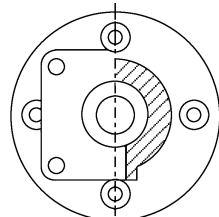

图 10-150 完成俯视图
(17) 按照步骤 (11) ~ 步骤 (16) 完成俯视图的修改，如图 10-150 所示。